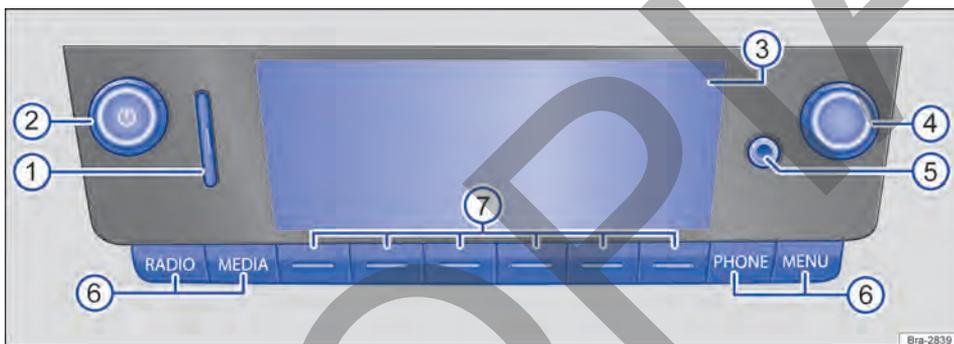

Fig. 120 Cuadro general de los comandos.
El mando giratorio y de presión → fig. 120 ② se conoce como selector del volumen o tecla de encendido y apagado.
El mando giratorio y de presión de la derecha → fig. 120 ④ se conoce como selector.
Pulsar brevemente la tecla on / off → fig. 120 ②.
En la parte inferior de la pantalla hay 6 teclas del equipo sin leyenda → fig. 120 .
Para operar las teclas de la radio → fig. 120 .
La tecla de selección → fig. 120  se puede girar o pulsar. Al *girarla*, por ejemplo, se buscan las listas o se abren las listas de estaciones de radio o de títulos de medios. Al *pulsarla* se accede a los registros marcados, se adoptan las configuraciones y se inician o interrumpen las funciones.
En la entrada de tarjeta SD → fig. 120  solo se pueden introducir tarjetas SD con las siguientes dimensiones: 32 mm x 24 mm x 2,1 mm (1,26 x 0,94 x 0,083 pulgadas) o 32 mm x 24 mm x 1,4 mm (1,26 x 0,94 x 0,055 pulgadas).